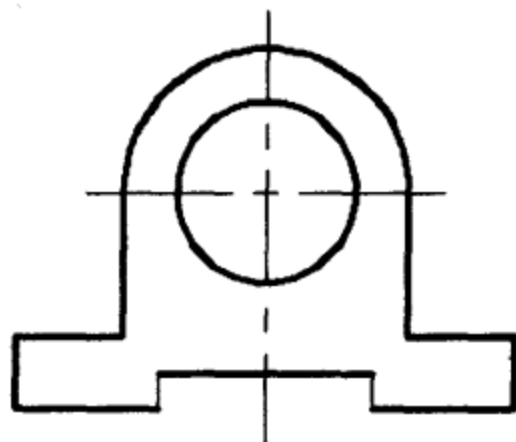

图 1-18 剪切图形
选择要修剪的对象，或按住 Shift 键选择要延伸的对象，或 [投影 (P) / 边 (E) / 放弃 (U)]：将图形剪切为图 1-18 所示，回车结束命令。